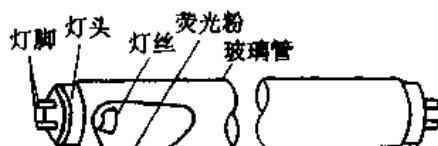

图 9-23 荧光灯管结构示意图
(1) 灯管。由玻璃管、灯丝和灯丝引出脚等构成，如图 9-23 所示。玻璃管内抽真空后充入少量的汞和氩等惰性气体。管的内壁涂有一层荧光粉，两端各有一根灯丝，灯丝上涂有氧化物，灯丝通过引出脚与电源相接。